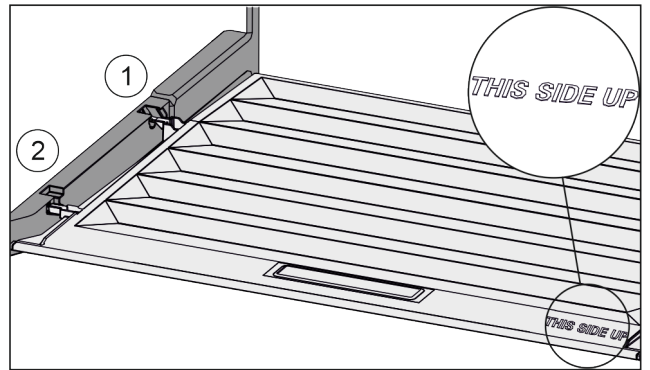

Fig. 148
- ▶ Introduire les rainures du couvercle par l'orifice du support arrière Fig. 148 (1) et les enclencher à l'avant dans le support Fig. 148 (2).